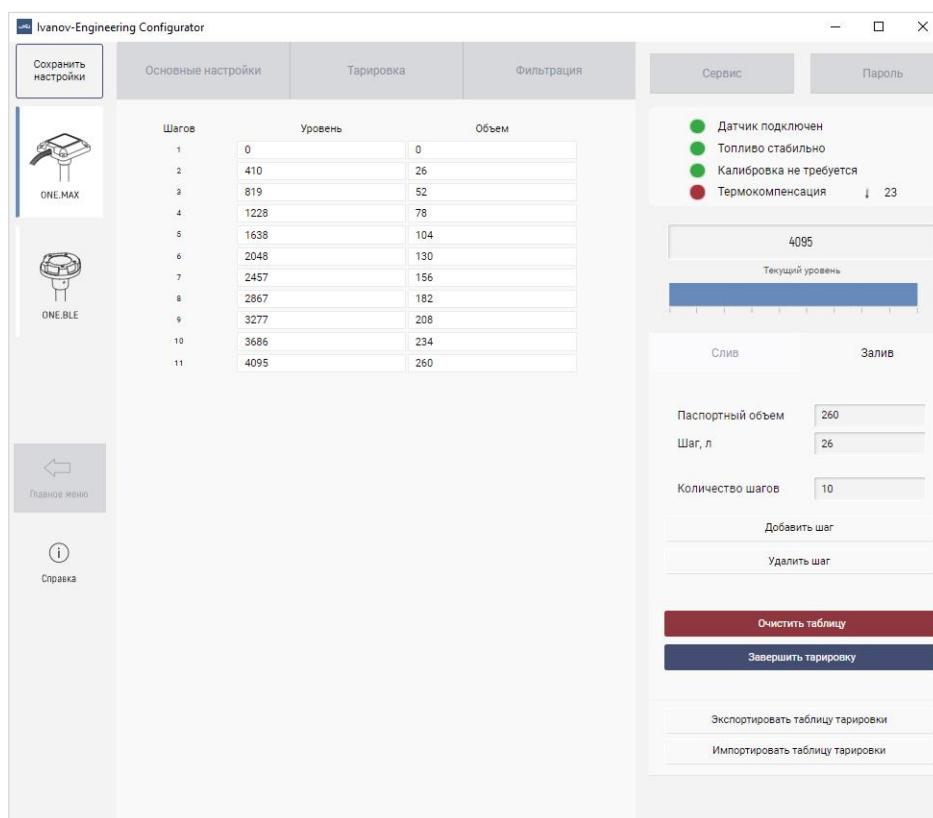

Рис. 30 – Окно программы по завершении процесса тарировки
5) Повторить пункты 3-4 до полной заправки бака. По завершении процесса тарировки окно программы будет выглядеть так, как представлено на *Рис.30*.